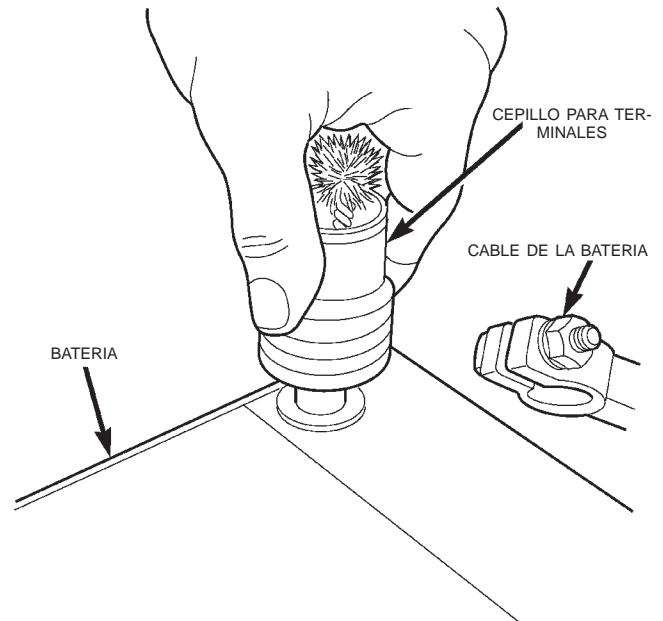

Fig. 21 Limpieza de bornes de la batería—característica
(13) Limpie cualquier corrosión existente en los bornes de terminales de la batería con un cepillo de alambre o con un limpiador de bornes y terminales, y una solución limpiadora a base de bicarbonato de sodio y agua tibia (Fig. 21).